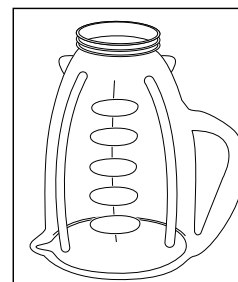

FIGURA 1
1. Ponga el vaso al revés, de manera tal que la pequeña abertura se encuentre hacia arriba. (Figura 1)